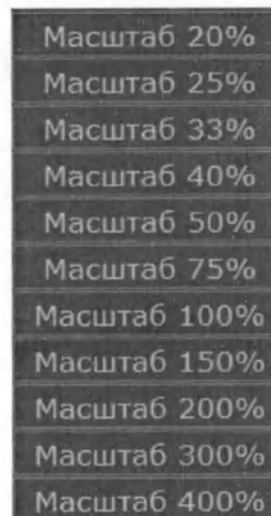

Рис. 93 Меню изменений размера изображения
- Масштаб – изменение масштаба в процентном отношении к оригинальному изображению (Рис. 93 Меню изменений размера изображения)